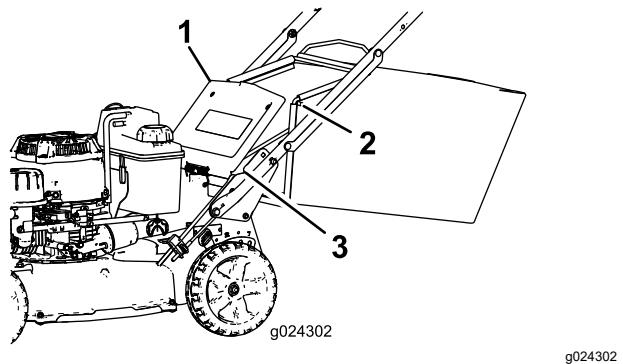

Figura 19
2. Levante y sujeté la puerta trasera (Figura 19).
4. Inserte los extremos de la varilla de la bolsa en las muescas de la base del manillar, y mueva la bolsa hacia adelante y hacia atrás para verificar que los extremos de la varilla están asentados en el fondo de cada muesca (Figura 19).
3. Retire la varilla de la bolsa de recogida de las muescas de la base del manillar (Figura 19).